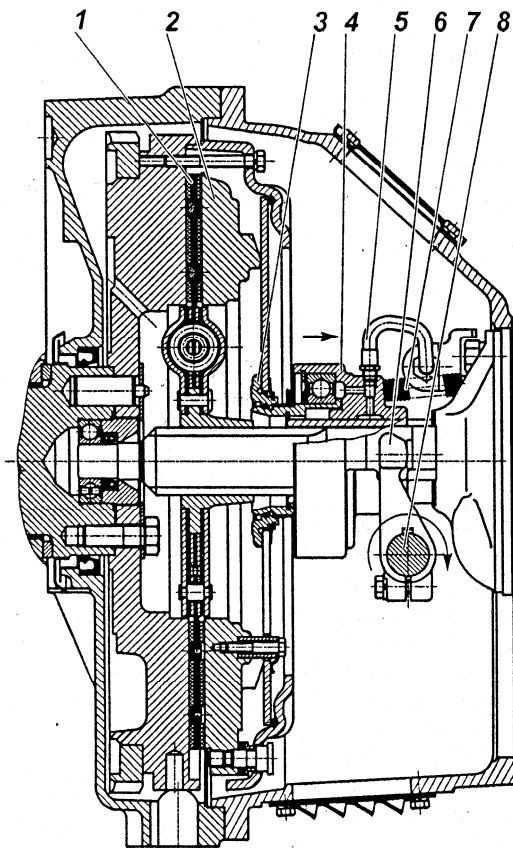
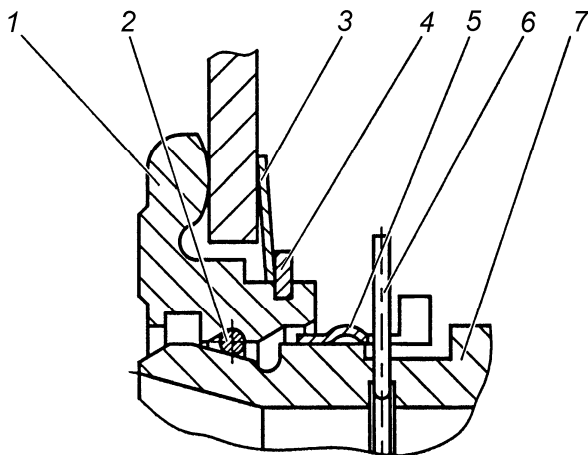

Рис. 99. Сцепление:
Рис. 101. Запорное устройство:
Диафрагменное сцепление (рис. 99) состоит из ведущих и ведомых частей, а также деталей механизма выключения сцепления, устанавливаемых в картер сцепления.
Механизм выключения сцепления состоит из муфты 4 (рис. 99) с подшипником, вилки 6 и валика 8. Муфта соединена через упорное кольцо 3 с диафрагменной пружиной с помощью запорного устройства.
Оттяжная пружина 7 (рис. 99) исключает проворот и осевые перемещения втулки 7 относительно упорного кольца 1 (рис. 101). По мере износа фрикционных накладок муфта выключения сцепления 4 перемещается вместе с пружиной в сторону маховика, при этом конструкция привода выключения сцепления автомобиля или другого транспортного средства обеспечивает поворот вилки 6 (рис. 99) по часовой стрелке после выбора зазора между лапками вилки и муфтой за счет периодической регулировки привода или постепенный поворот за счет конструкции гидропривода.
Конструкция запорного устройства показана на рис. 101. Она включает в себя упорное кольцо 1, втулку подшипника муфты 7 с фасонной канавкой, пружинное кольцо 2 круглого сечения, а также замковое кольцо 5. Упорное кольцо 1 устанавливается на диафрагменную пружину при сборке нажимного диска с кожухом и удерживается за счет пружинной шайбы 3 и стопорного кольца 4. На рисунке муфта заперта (соединена) с упорным кольцом. Внутри втулки подшипника муфты 7 установлено предохранительное кольцо 6, имеющее снаружи выступающий ус, препятствующий случайному рассоединению муфты выключения сцепления и упорного кольца 1.
Выключение сцепления обеспечивается поворотом вала по часовой стрелке. Допустимое направление перемещения муфты и поворота вала для выключения сцепления показано на рис. 99 стрелками. Перемещение муфты и поворот вала в обратном направлении не допустимо.
5. С помощью специальной оправки сцентрировать кольцо 3 (рис. 101) относительно оси коленчатого вала двигателя.
2. Убедиться, что муфта выключения сцепления отведена до упора в крышку подшипника первичного вала коробки передач пружиной 7 рис. 99.
Проверка качества установки сцепления (отсутствие "ведения", контроль величины крутящего момента на валу вилки) осуществляется на неработающем двигателе. Для этого необходимо повернуть вал вилки на угол  $9^{\circ}30'$ ... $11^{\circ}$  по часовой стрелке, что соответствует перемещению муфты на 11...13 мм от двигателя. При этом выходной вал коробки передач, при включенной передаче, должен вращаться при приложении крутящего момента не более 5 Н·м (0,5 кгс·м). Поворот вала вилки выключения сцепления по часовой стрелке показан на рис. 99.
4. Совместить полукруглый паз на муфте выключения сцепления в передней ее части с выступающим усом предохранительного кольца 6 (рис. 101) и, утопив его каким-либо предметом, удерживать в утопленном положении через центральное отверстие муфты выключения сцепления.